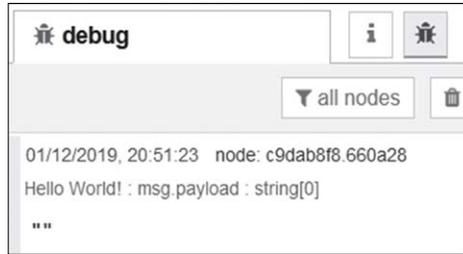

Figure 4.8 Affichage de la sortie à la fenêtre de débogage
- Cliquez sur le **injecter** bouton de nœuds, qui est le petit carré sortant du côté gauche du nœud. Cliquer sur le bouton injectera le message dans le flux et dans le nœud de débogage. La sortie doit être affichée sur la fenêtre de débogage comme indiqué dans la figure 4.8